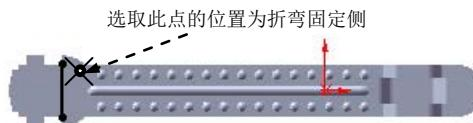

图 15.3.46 固定侧的位置
(3) 定义折弯固定侧。在图 15.3.46 所示的位置处单击，确定折弯固定侧。
(4) 定义钣金参数属性。在 **折弯参数(P)** 区域的 **文本框** 中输入折弯角度值 55.0，在 **折弯位置:** 区域中单击“折弯在外”按钮 。
(5) 单击  按钮，完成折弯 1 的创建。